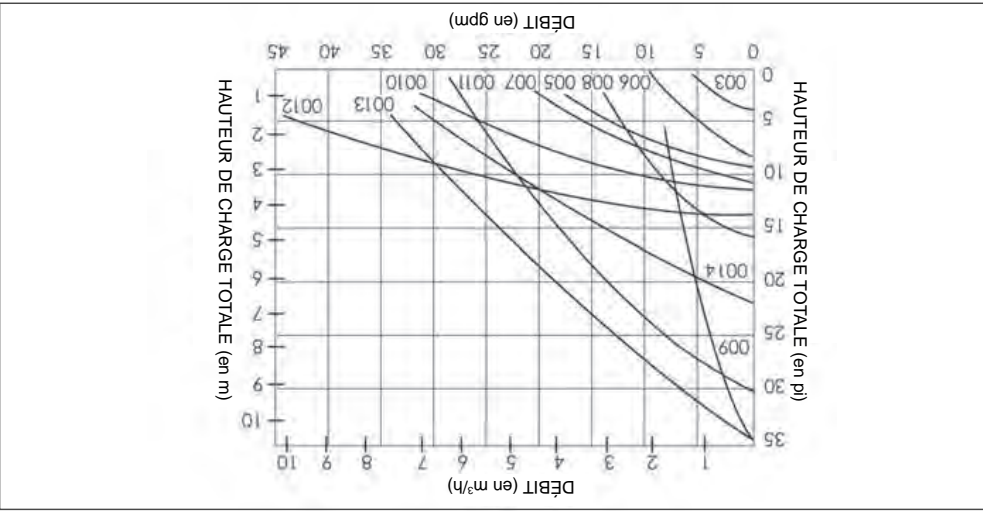

Figure 3 : Courbes de rendement de la série Taco 00
- 3) Sélectionnez un circulateur qui fournira un débit suffisant à la perte de charge totale. Une courbe de performance de la pompe devrait accompagner chaque circulateur. Les figures 3 à 5 illustrent les courbes de performance des circulateurs Taco et Grundfos, tous deux recommandés par Bock.